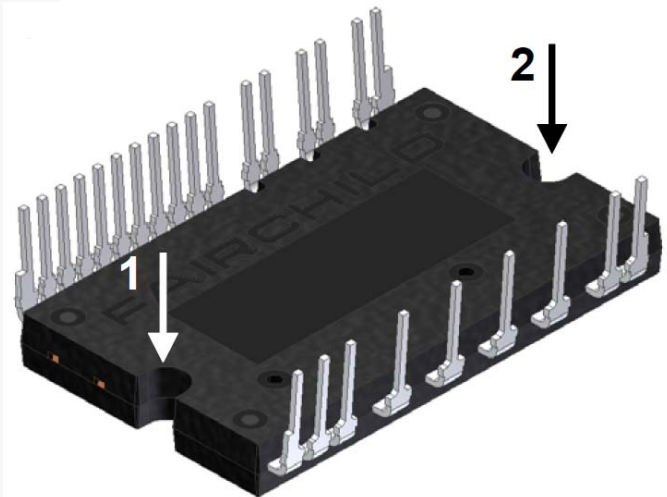

図1. 取り付けネジ締め付け順序:
モジュールをヒートシンクに取り付ける場合、無理に取り付けネジを締めようとする、内部のデバイスにストレスがかかり、結果的に破壊或いは特性の劣化を引き起こす可能性があります。図1.に推奨する締め付けの順序を示します。
2. ネジの締め付けは、片側だけ先に締め付けることのないよう、両側共に均一にして下さい。図1に推奨する締め付け順序を示します。締め付けが均一でないと、SPM のセラミックが損傷する場合があります。仮締めのトルクは最大トルク定格の20~30%に設定して下さい。
- 図1の順序に従って、全てのネジを0.5N $\cdot\text{m}$ 以下のトルクで仮締めします（手またはドライバ使用）
- 図1の順序に従って、0.6~0.8N $\cdot\text{m}$ の締め付けトルクを与え本締めして下さい（プラスドライバー使用）。